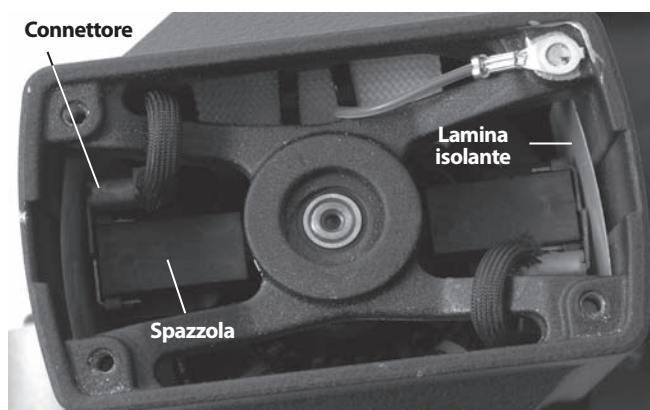

Figura 12 – Posizionamento della spazzola - coperchio del motore rimosso
2. Utilizzando un paio di pinze, estrarre le spazzole del motore tirandole in linea retta. Staccare il connettore. (Ved. Figura 12.)